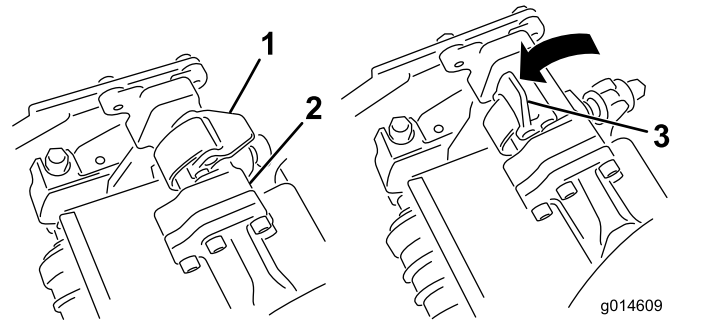
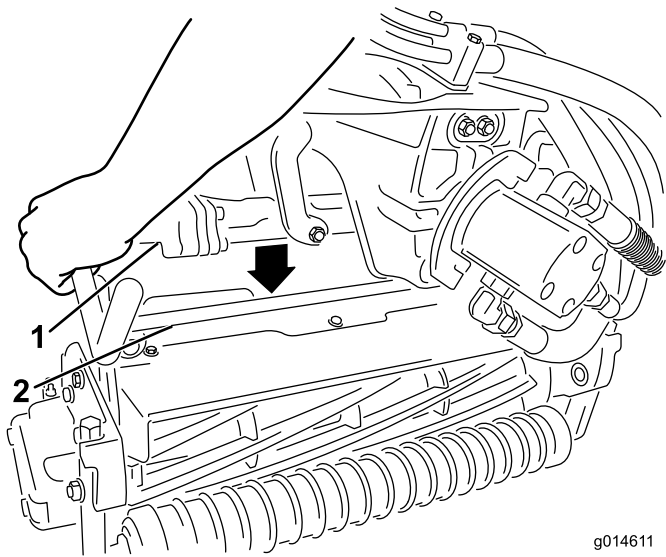

Figura 12
Figura 13
9. Com os fechos na barra do braço de suspensão a apontar para cima (i.e. abertos) (Figura 12), empurre o braço de suspensão para baixo de forma a que a barra passe pela barra através da parte superior da unidade de corte (Figura 13).
10. Feche os fechos para baixo e em redor da barra da unidade de corte e bloqueie-os no sítio (Figura 12).